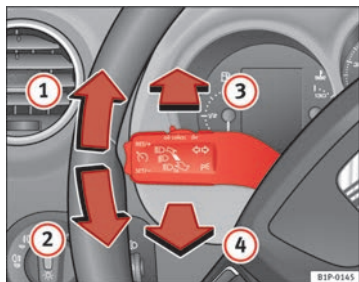

Abb. 76 Blinker- und Fernlichthebel
- Drücken Sie den Hebel bis zum Anschlag nach oben ⇒ Abb. 76 ①, um **rechts** zu blinken bzw. nach unten ②, um **links** zu blinken.
- Drücken Sie den Hebel bei eingeschaltetem Abblendlicht nach vorne ⇒ Abb. 76 ③, um das Fernlicht einzuschalten.
- Drücken Sie den Hebel zum Lenkrad, ⇒ Abb. 76 ④ um das Fernlicht auszuschalten.